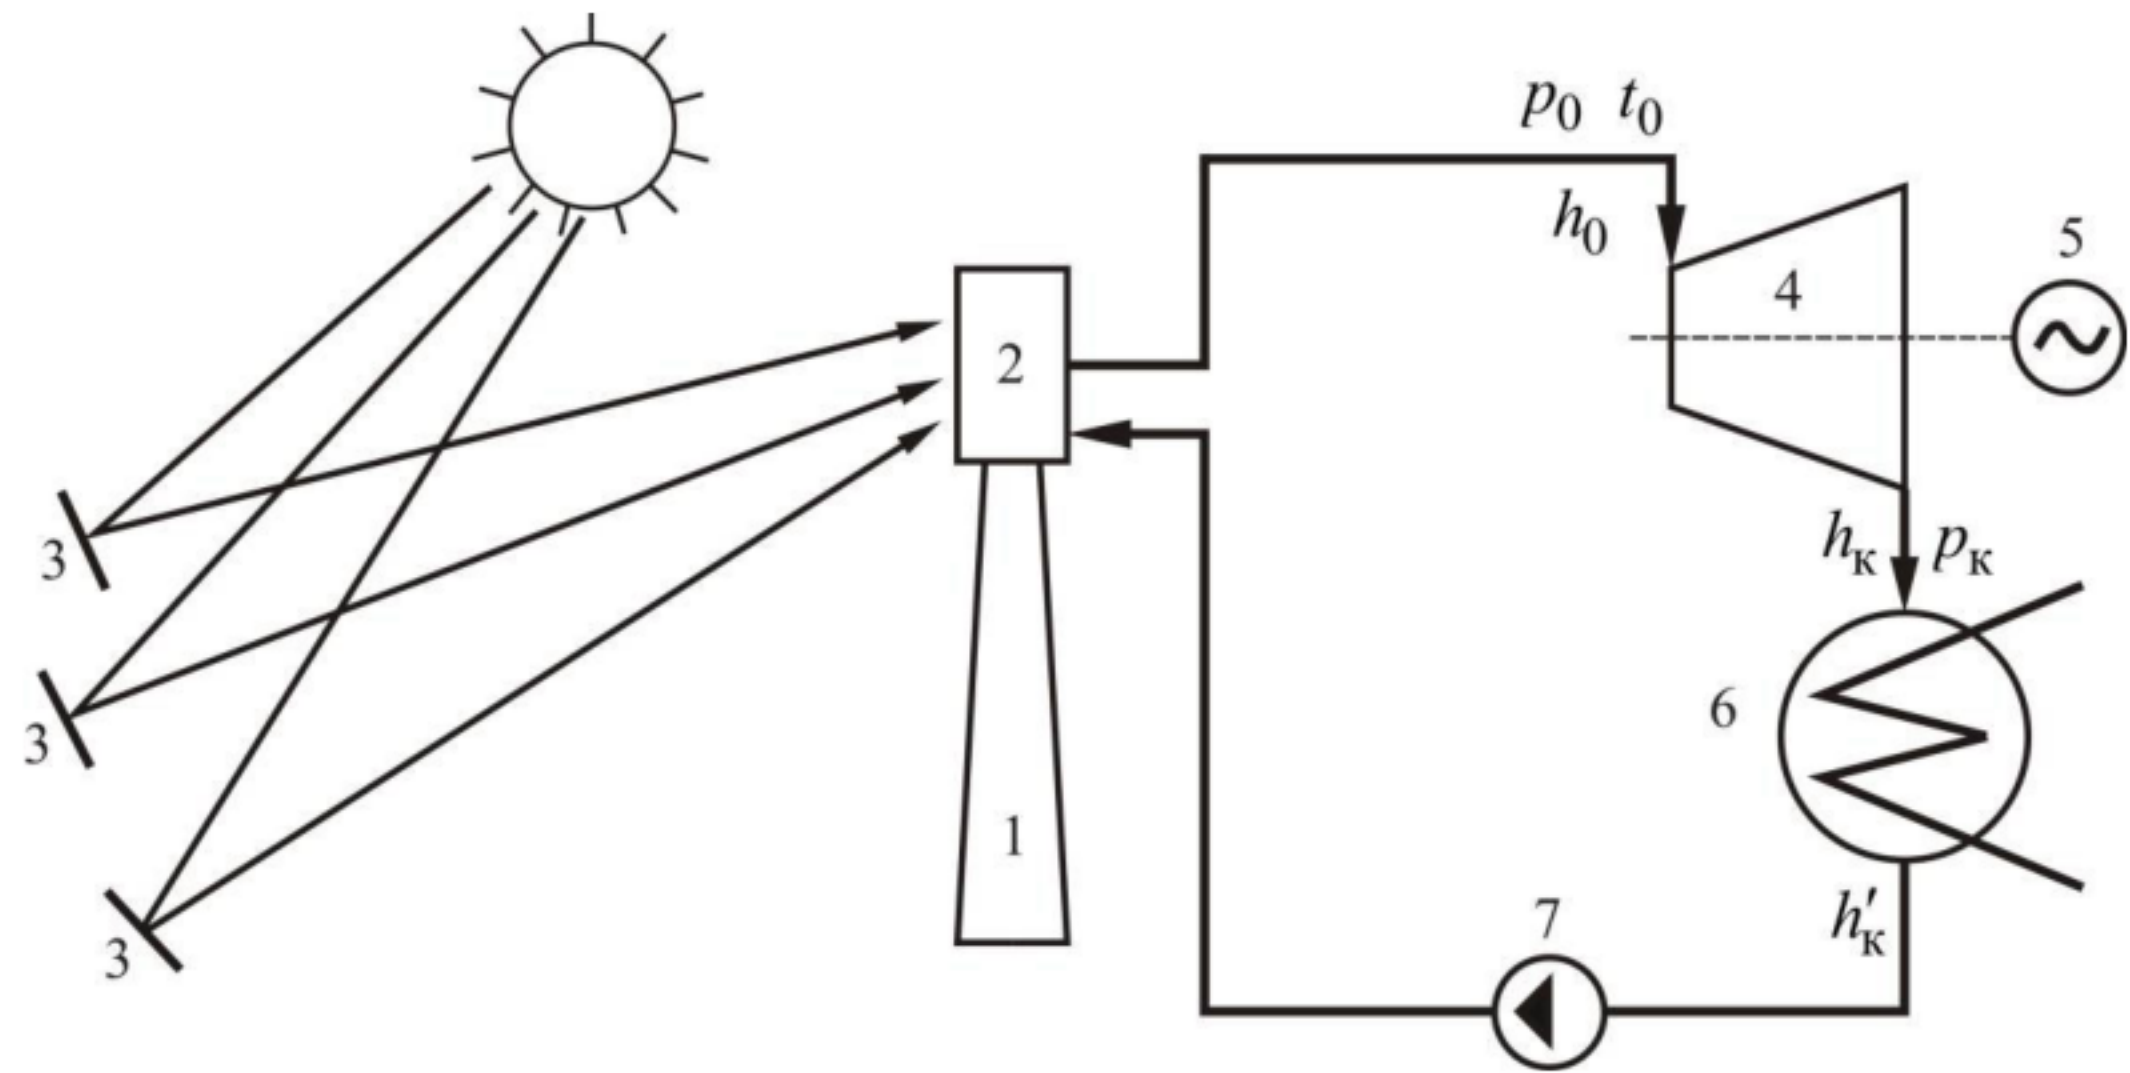

Рисунок 1 – Схема солнечной электростанции башенного типа:
1. Изобразим схематично солнечную электростанцию башенного типа (рис. 1).